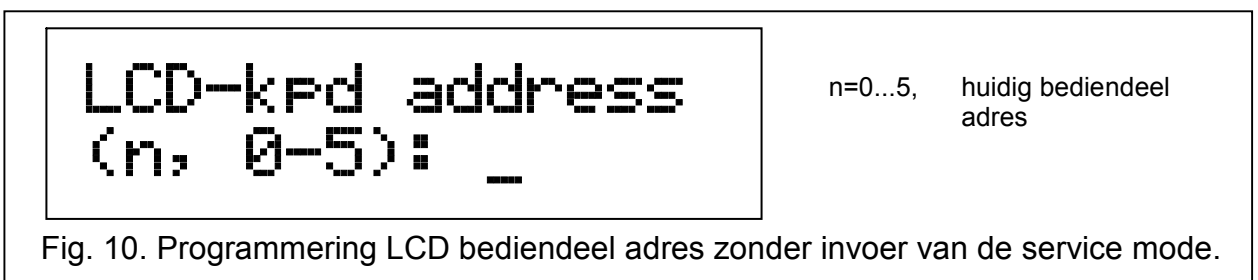

Fig. 10. Programmering LCD bediendeel adres zonder invoer van de service mode.
4. All de LED's aangewezen met iconen starten met knipperen. Voor LCD bediendelen, zal de tekst zoals getoond in Fig. 10 worden weergegeven. Voor LED bediendelen, zal de LED corresponderend met het huidige adres snel knipperen (LED aangewezen met nummer 30 voor adres 0; LED aangewezen met nummer 1 voor adres 1; LED aangewezen met nummer 2 voor adres 2 etc. – zie Fig. 9).